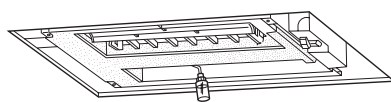

Fig. 5-6
5.3. Vérifier l'écoulement (Fig. 5-6)